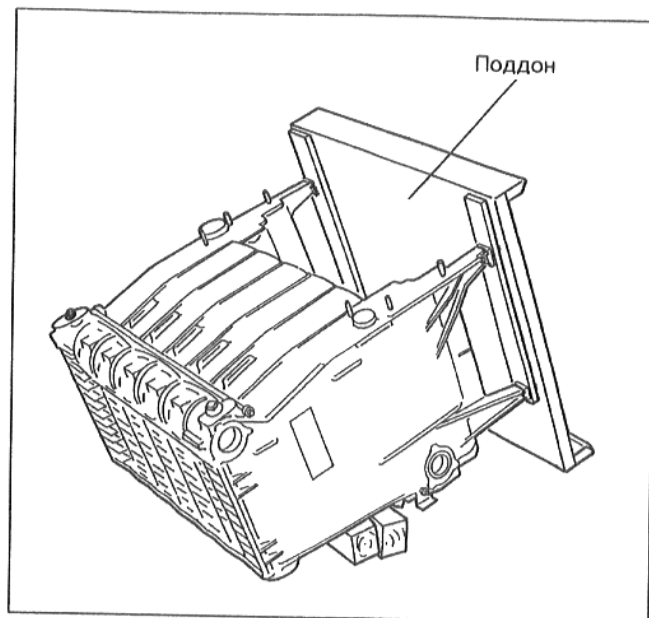

Рис. 12
- Надеть на болты поддон таким образом, чтобы больший по размеру выступ был направлен назад (Рис. 12).